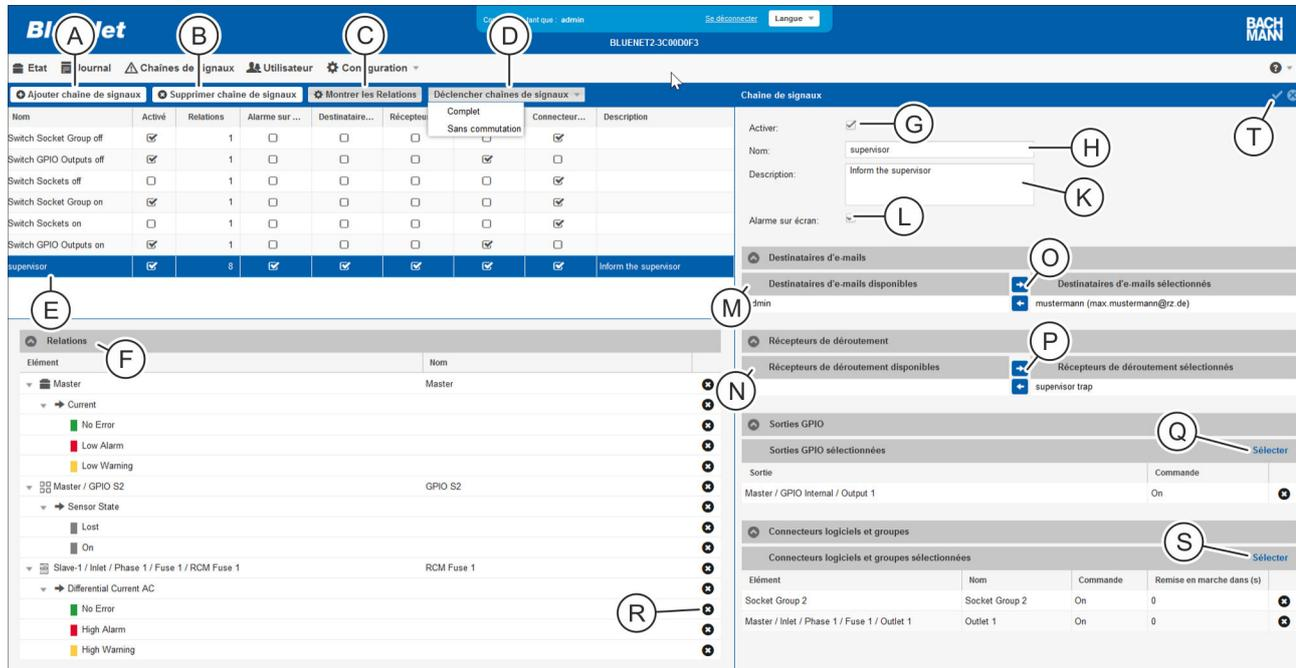

Fig. 125 : Menu « Chaîne de signaux »
2. ➤ Appuyer sur le bouton « *Ajouter chaîne de signaux* » (Fig. 125 /Ⓐ) pour créer une nouvelle chaîne de signaux.
Pour modifier une chaîne de signaux existante, sélectionner la chaîne de signaux appropriée dans la liste (Fig. 125 /Ⓒ).
3. ➤ Saisir une désignation pour la chaîne de signaux dans la zone « *Chaîne de signaux* » (Fig. 125 /Ⓔ).
4. ➤ Décocher la case « *Activer* » (Fig. 125 /Ⓢ) pour désactiver la chaîne de signaux.
5. ➤ Si nécessaire, saisir une description de la chaîne de signaux (Fig. 125 /Ⓢ).
6. ➤ Si nécessaire, cocher la case « *Alarme sur écran* » pour qu'un message d'alarme soit affiché sur l'écran du PDU (Fig. 125 /Ⓢ).
7. ➤ Dans le champ « *Destinataires d'e-mails disponibles* » (Fig. 125 /Ⓢ), sélectionner éventuellement un destinataire pour une notification par e-mail et appuyer sur le bouton  (Fig. 125 /Ⓢ) dans le champ « *Destinataires d'e-mails sélectionnés* » pour écrire le message.
8. ➤ Dans le champ « *Récepteurs de déroutement disponibles* » (Fig. 125 /Ⓢ), sélectionner éventuellement un récepteur de déroutement et appuyer sur le bouton  (Fig. 125 /Ⓢ) dans le champ « *Récepteurs de déroutement sélectionnés* ».
9. ➤ Si la chaîne de signaux doit être reliée à une sortie sur un module GPIO, sélectionner le bouton « *Sélectionner* » (Fig. 125 /Ⓢ).
- 11. Si nécessaire, sélectionner la sortie correspondante dans la liste et définir dans le menu de sélection « ON » / « OFF » dans la zone sous le bouton « Sélectionner » (Fig. 125 /X) si le relais doit être activé ou désactivé quand la chaîne de signaux est déclenchée.
- 12. Si la chaîne de signaux doit être reliée à un connecteur logiciel ou à un groupe, sélectionner le bouton « Sélectionner » (Fig. 125 /C).
- 14. Si nécessaire, sélectionner la sortie correspondante dans la liste et définir dans le menu de sélection « ON » / « OFF » dans la zone sous le bouton « Sélectionner » (Fig. 125 /X) si le connecteur logiciel ou le groupe de connecteurs logiciels doit être activé ou désactivé quand la chaîne de signaux est déclenchée.
- 15. Appuyer sur le bouton « Enregistrer » pour confirmer la sélection (Fig. 125 /C).
- ⇒ La chaîne de signaux est créée (Fig. 125).
Pour obtenir un aperçu des éléments affectés à une chaîne de signaux, sélectionner la chaîne de signaux souhaitée (Fig. 125 / ©) et appuyer sur le bouton « Relations » (Fig. 125 / ©). La zone « Relations » apparaît (Fig. 125 / ©).
Pour déclencher manuellement une chaîne de signaux, sélectionner la chaîne de signaux souhaitée (Fig. 125 / ©) et sélectionner le point de menu « Déclencher chaînes de signaux → Sans commutation » (Fig. 125 / ©). Selon la configuration de la chaîne de signaux, un e-mail de test, un déroutement SNMP et une alarme d'affichage sont déclenchés l'un après l'autre. Lorsque le point de menu « Déclencher chaînes de signaux → Complet » (Fig. 125 / ©) est sélectionné, les connecteurs logiciels / groupes de connecteurs logiciels ou les sorties GPIO sélectionnées sont également commutées le cas échéant.
Pour supprimer une chaîne de signaux, sélectionner la chaîne de signaux souhaitée (Fig. 125 / ©) et appuyer sur le bouton « Supprimer chaîne de signaux » (Fig. 125 / ©). Une boîte de dialogue apparaît alors et comporte une question qui doit être confirmée.